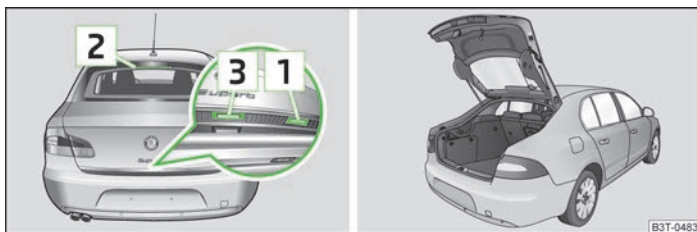

Fig. 18 Empuñadura de la tapa del maletero/tapa del maletero grande abierta
Después de desbloquear el vehículo se puede abrir la tapa grande del maletero » fig. 18.
- Presionar la empuñadura » fig. 18 en la parte inferior de la tapa de maletero.